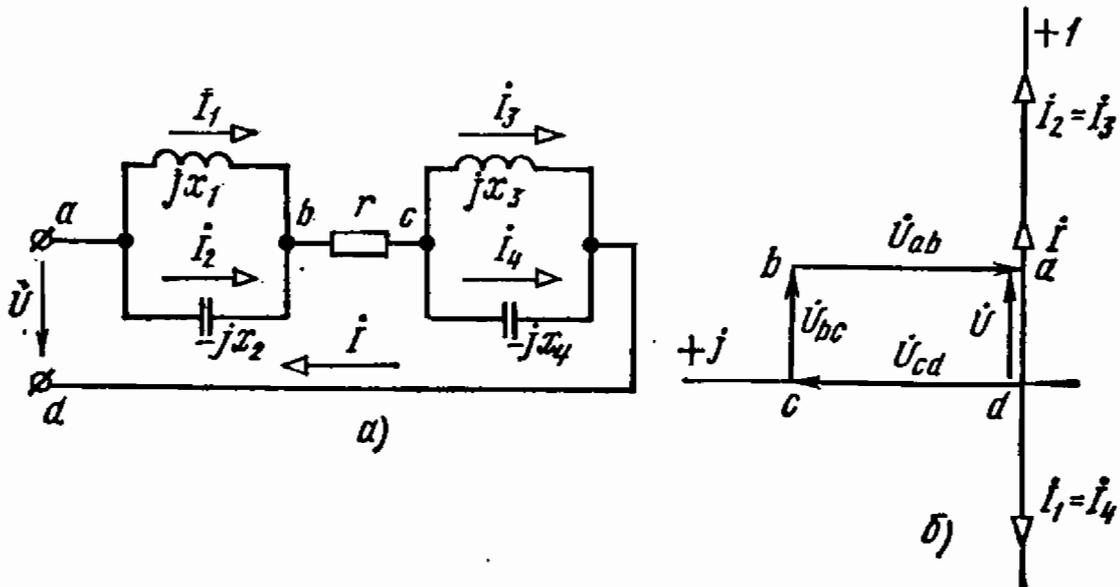

Рис. 4.42
4.42. Определить емкостное сопротивление x_4 цепи схемы рис. 4.42, а, при котором общий ток I будет совпадать по фазе с общим напряжением U . Вычислить токи и напряжения всех ветвей цепи для найденного значения сопротивления x_4 . Построить топо-
Топографическая диаграмма приведена на рис. 4.42, б.